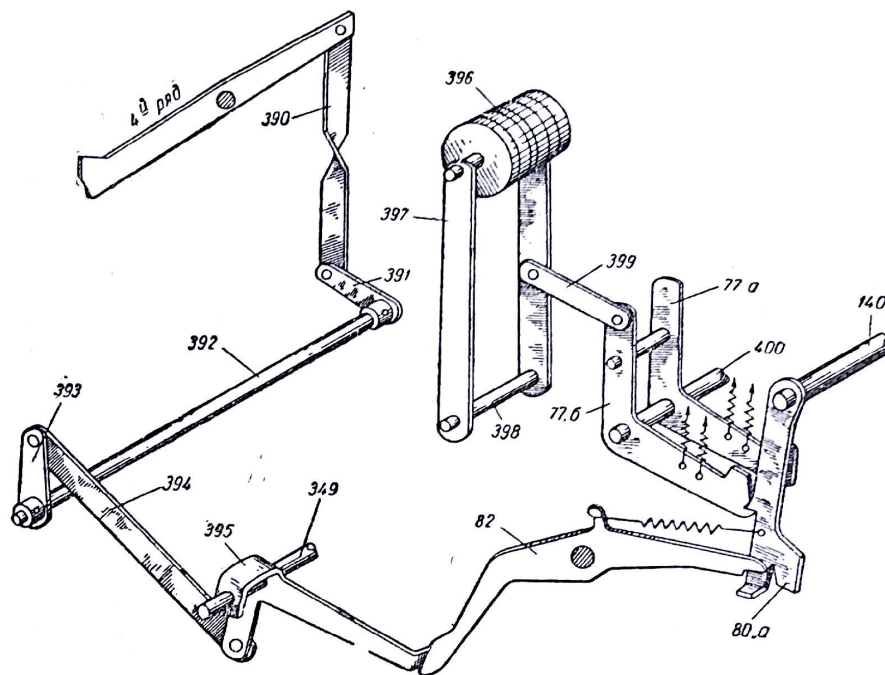

Рис. 51. Печать даты.
3. **При списании отрицательного итога с I счетчика** освобождается крючок переключения 325 (I). Крючок под действием пружины поворачивается, подготавливая переключение счетчика на минус, и штифтом перемещает составную тягу 414 назад. Заднее плечо 413 через поводок 412 поворачивает серьгу 406.
4. **При списании отрицательного итога со II и контрольного счетчиков** последние также своими крючками переключения 325 (II) и 325 (K) поворачивают серьгу 406 и этим самым обеспечивают печать красным цветом.
**Печать даты** (рис. 51). Печать даты производится только от настройки. Для этого необходимо поставить стопс № 3 в 4-й ряд шины управления на 18 делений правее графы, в которой предусматривается печать даты, и установочными дисками установить соответствующую дату.